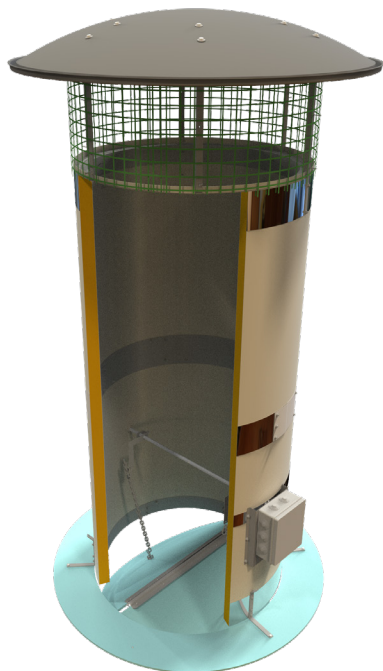

Рис. 3 – Общий вид камина VBP с управляемым двустворчатым рассекателем
3.3 Пассивный приточный вентиляционный камин с управляемым двустворчатым рассекателем воздуха (Рис. 3.)